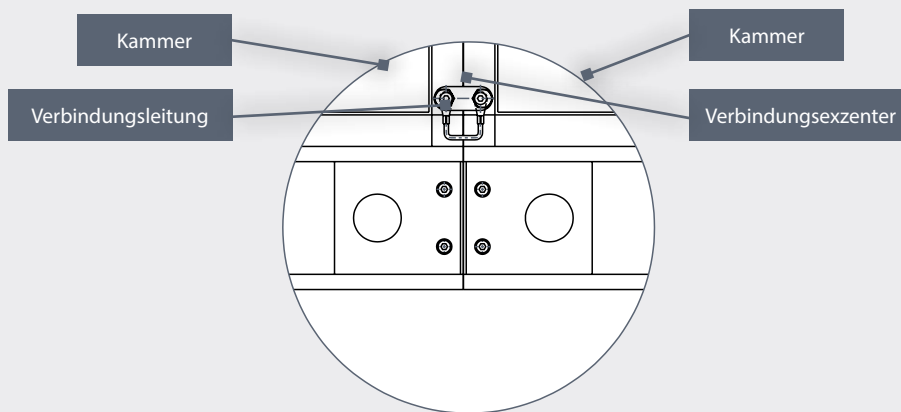

Abb. 1.6.: Leitende Verbindung der Kammern (bei lackierter Geräteausführung)
- Bei lackierter Geräteausführung sind die Kammern leitend zu verbinden (Abb. 1.6.).